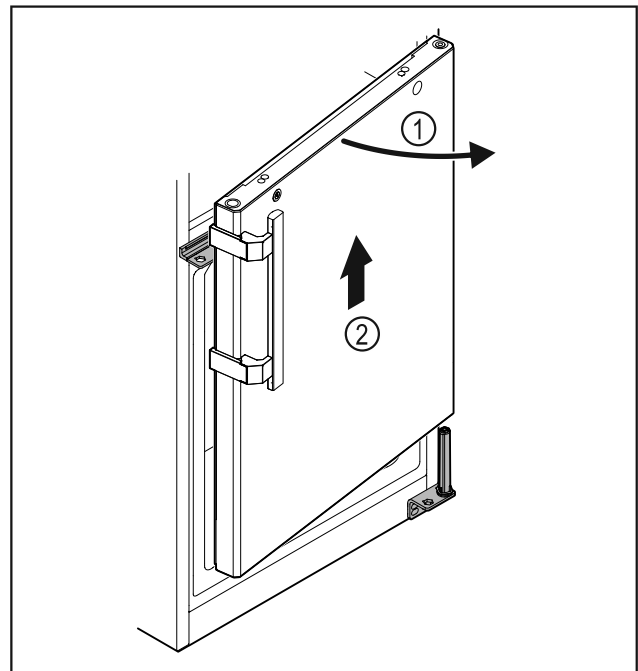

Fig. 28
- ▶ Az ajtót Fig. 28 (1) kissé nyissa ki, emelje meg felfelé kb. 200 mm-rel, majd vegye le Fig. 28 (2).